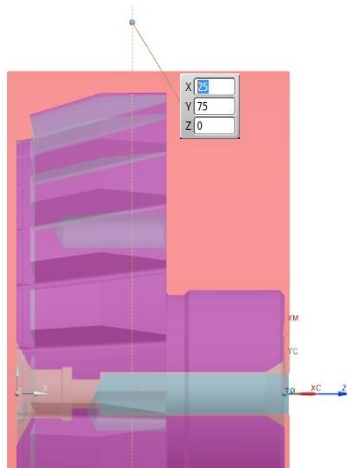

Рисунок 27 Генерирование операции
6. Нажмите «Генерировать» . (рисунок 27)